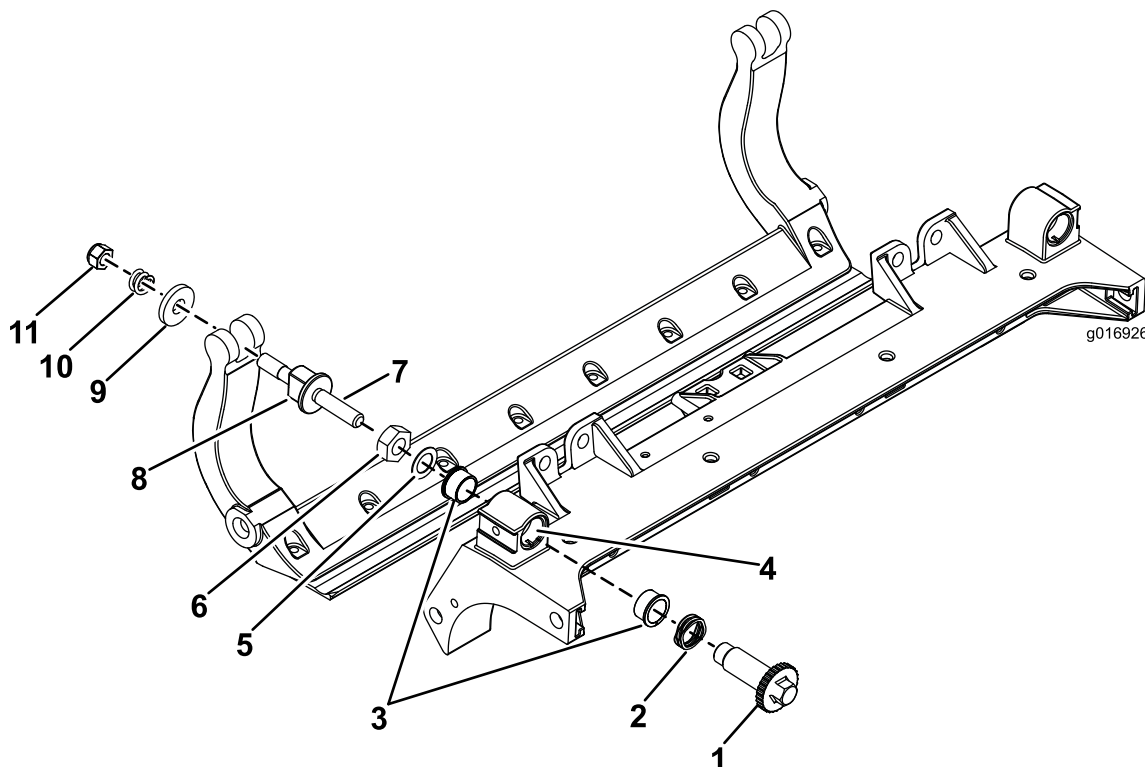

図 36
1. 全部のパーツを取り外すHD DPA キットモデル 120-7230の 取り付け要領書および 図 36を参照。
2. カuttingユニットのキャリアフレームのブッシュ挿入穴に固着防止コンパウンドを塗布する 図 36。
3. フランジブッシュのキーとフレームのキー溝を揃えて、ブッシュを挿入する 図 36。
4. アジャスタシャフトにウェーブワッシャを通し、アジャスタシャフトをカuttingユニットのフレームのフランジブッシュに通す 図 36。
5. 平ワッシャとロックナットでアジャスタシャフトを固定する 図 36。ホイールナットを 20-27 N・m15-20 ft-lb=0.17-0.23 kg.mにトルク締めする。
注 サイドプレートのボスの両側にナイロンワッシャを入れる。その外側からスチール製ワッシャを取り付ける 図 36。